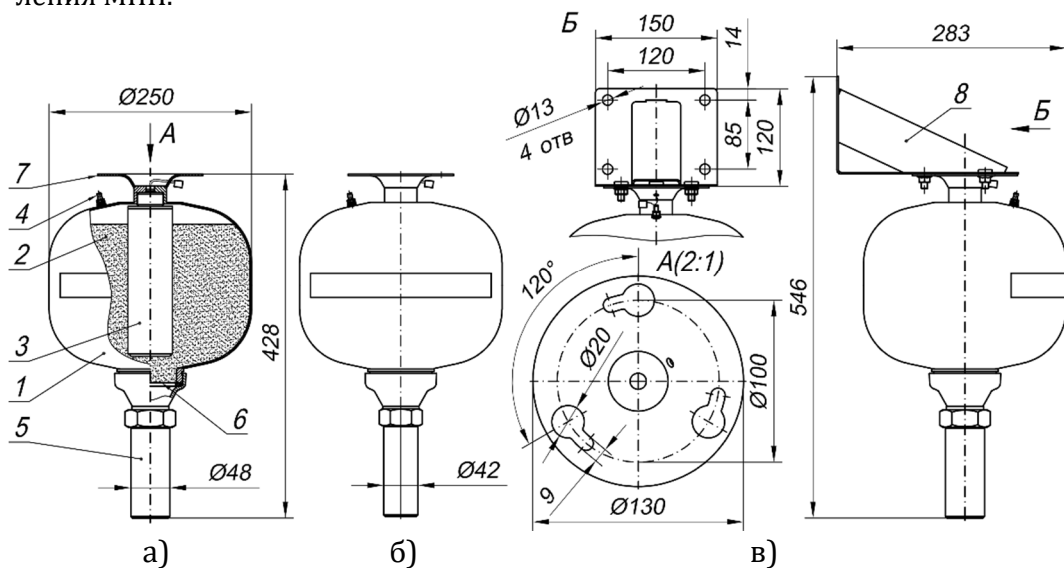

Рисунок 4 - Устройство МПП: а) Буран-8У; б) Буран-8КД; в) Буран-8Н, Буран-8КДН.
13. Габаритные размеры, мм	см. рисунок 4
Закрепить кронштейн настенный **8** (см. рисунок 4в) на жестких конструкциях стены или вертикальной части конструкции защищаемого объекта, координаты отверстий настенного кронштейна приведены на рисунке 5в. Крепление МПП на кронштейне настенном **8** аналогично п.6.3.
- слесарным зубилом разрушить мембрану 6 (см. рисунок 4а). Высыпать огнетушащий порошок в полиэтиленовый мешок или другую водонепроницаемую ёмкость. При проведении работ необходимо соблюдать меры предосторожности, указанные в разделе 5 настоящего документа. Производственные помещения, в которых производится работа с огнетушащим порошком, должны быть оборудованы приточно-вытяжной вентиляцией, обеспечивающей скорость движения воздуха от 0,3 м/с до 0,7 м/с;